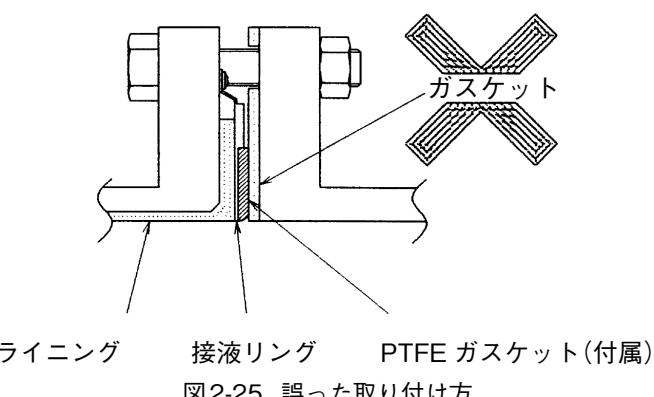

図2-25. 誤った取り付け方
- PTFE ガスケット以外にガスケットをさらに装着して取り付けると、液漏れをまねき、負傷するおそれがありますのでご使用にならないでください。(図2-25)